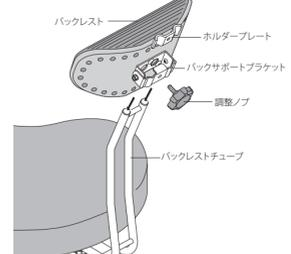

図 6
3. バックレストの調整ノブをゆるめて、調整ノブ、ホルダープレートを外します (図 6)。